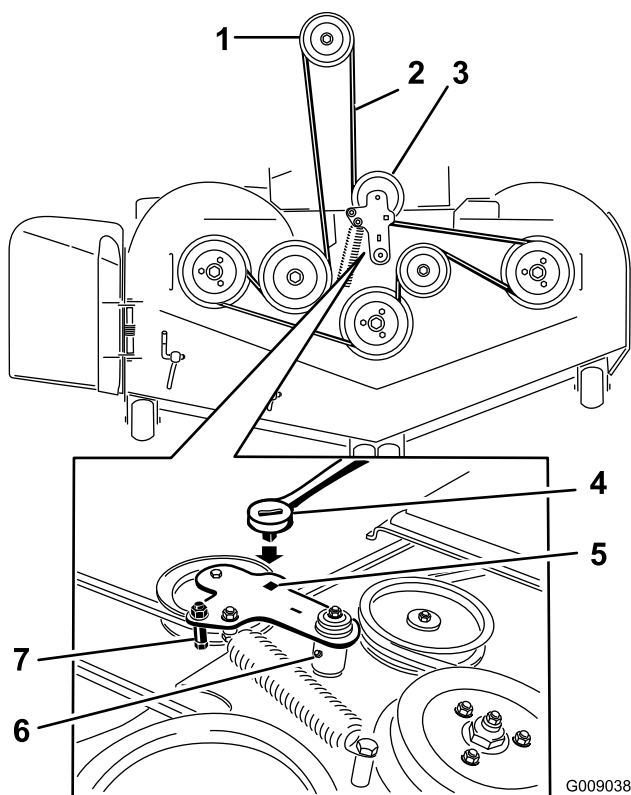

図 56
イドラ Springs のテンションをゆるめる (図 56)。
7. 図 56にあるように、スプリング付きのアイドルアームについているベルトガイドを外す。
9. 新しいベルトをデッキのプーリ、およびエンジン下のプーリに取り付ける (図 56)。
10. 図 56にあるように、ベルトガイドを取り付ける。
11. 四角い穴にラチェットを差し込んで、イドラ Springs を取り付け (図 56)。